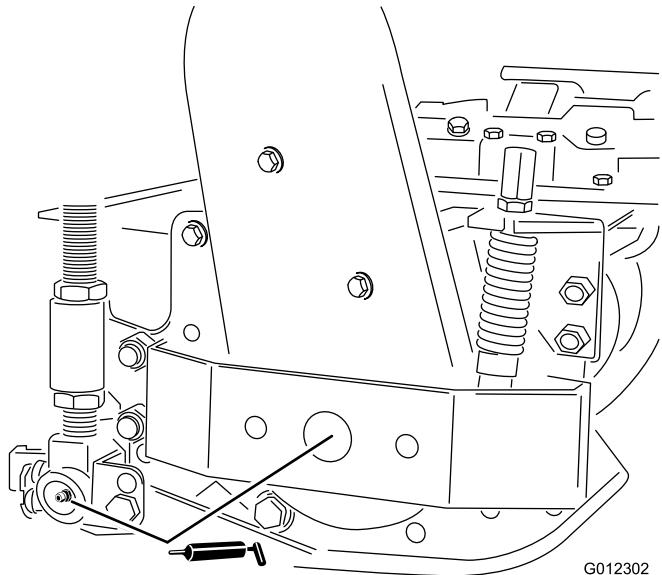

Figure 28
- Roulements de rouleaux et cylindres de plateaux de coupe (Figure 28)